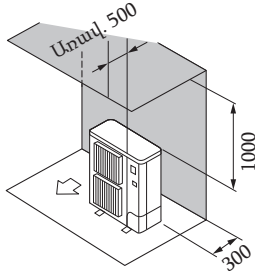

Fig. 2-4
- ② Շրջապատող իրեր՝ միայն հետևի և վերևի մասերում (Fig. 2-4)